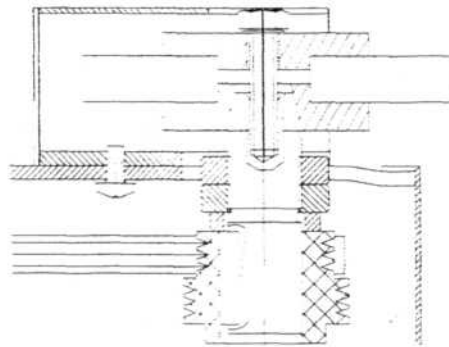

Fig.2
2. Assurez-vous que la meule est correctement fixée avant de démarrer (Fig. 2).